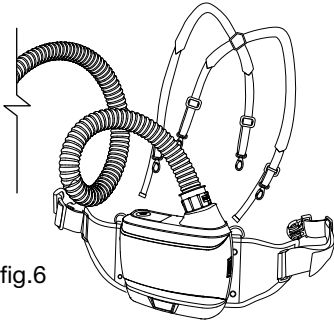
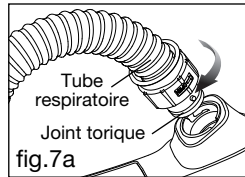

fig.6
fig.7a
- Inspectez toujours l'extrémité moteur du tube respiratoire pour confirmer que le joint torique en caoutchouc est en place, voir fig. 7a. Remplacer si manquant ou endommagé.
Insérez les deux broches du tube respiratoire dans le moteur et le réceptacle de la hotte (voir fig. 6), tournez-les de 1/4 de tour dans le sens anti-« ouvert » pour les verrouiller en place (voir fig. 7a).